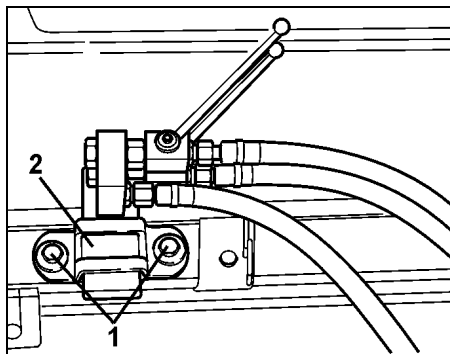

Fig. 77
- Borra 2 hål (ø 12 mm) för skruvarna (Fig. 77/1) på lämpligt ställe.
- Montera hållaren (Fig. 77/2) med skruvarna (Fig. 77/1).